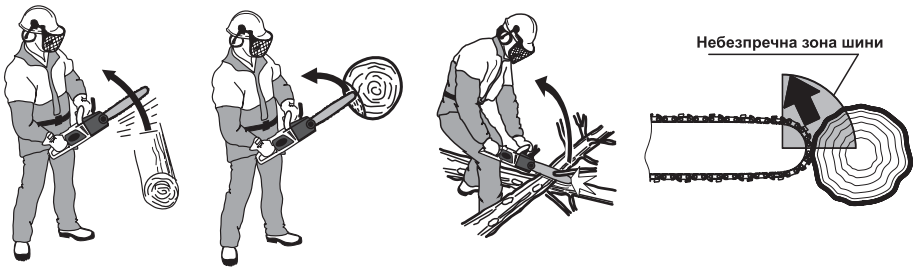

Рисунок 2. Приклади появи небезпеки «віддачі» виробу.
- Віддача ланцюгової пили виникає у вигляді несподіваного ривка виробу із працюючим різальним блоком у бік користувача (рисунок 2). Віддача є наслідком зіткнення різальної частини працюючого ланцюга із твердою перешкодою, наприклад, стовбуром дерева під час спилювання сучків, або з іншим суком. Також ривок інструменту може виникнути у наслідок затиснення верхньої частини ланцюга (ривок пили назад на користувача), або його нижньої частини (ривок пили вперед від користувача).